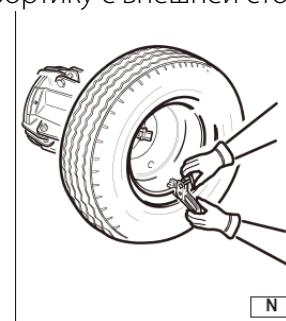

Рисунок 25
- Прикрепите хомут ко второму бортику с внешней стороны (6 часов) (см. рис. 25).
- Вращайте колесо и одновременно вставляйте съемный рычаг 18. (рис. 25) между ободом и бортником пока он не зафиксируется в этом положении.
- Прикрепите к наивысшей точке на внешней кромке обода хомут RP (см. рис. 25).